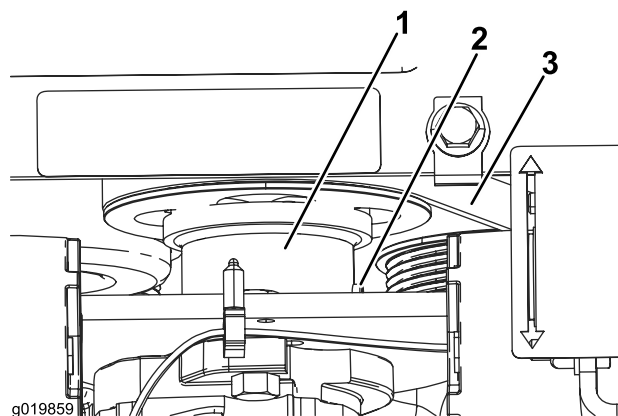

Figura 51
5. Allentate la vite di fermo sull'accoppiatore della trasmissione della pompa (Figura 51).
6. Abbassate l'accoppiatore lontano dalla puleggia (Figura 51).